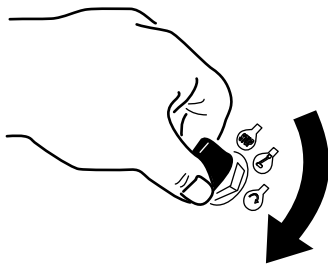

Figure 13
1. Tournez la clé de contact à la position DÉMARRAGE (Figure 13).
Pour faire avancer la machine, rapprochez la commande de déplacement de la poignée (Figure 13).
Pour faire reculer la machine, appuyez sur la commande au pouce pour éloigner la commande de déplacement de la poignée (Figure 13).